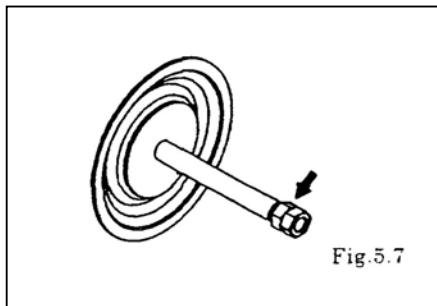

Fig. 5.7
- Verwijder de steunschijf en het membraan van de andere zijde met behulp van de contramoer aan het vrije eind. [Fig. 5.7]